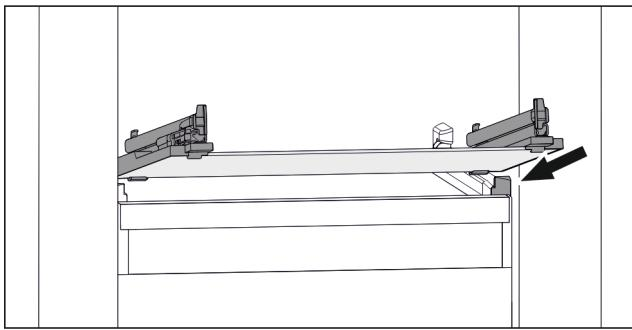

Fig. 49 Příklad znázornění skleněné desky
- Nasadte skleněnou desku šikmo za zarážky. (viz Fig. 49)